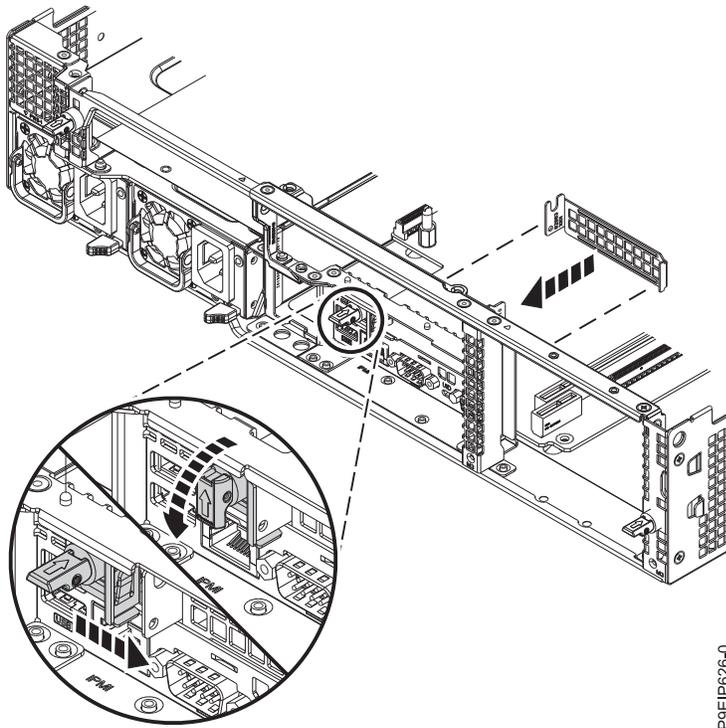

Figura 57. Deslizamiento del retén de contrapunta a la posición de cerrado
- d. Cierre la puerta de sujeción deslizando contra la contrapunta, como se muestra en la Figura 57 en la página 53 y, a continuación, vuelva a colocar la patilla de sujeción.